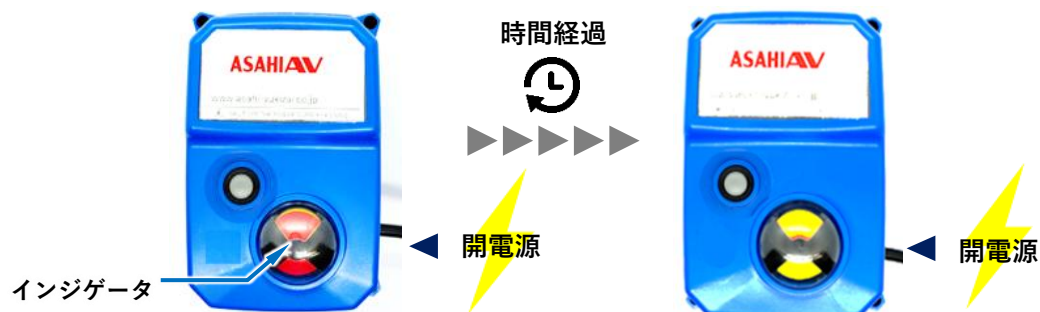

図 7.2-2 左開制御
- ① アクチュエータのインジゲータが『赤色一色』であることを確認します。
- ② 配電盤からアクチュエータへ左開電源(ブリケーブルの青-黒間に電源)を供給します。
- ③ 時間経過後、アクチュエータのインジゲータが『黄色一色』で自動停止することを確認します(図 7.2-2)。